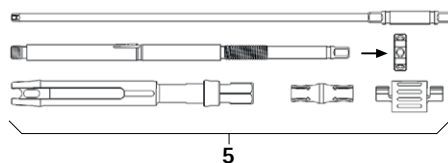

Fig. 3
- Démontez le levier de réduction percuté 5, voir Fig. 3. Démontez entièrement le levier de réduction et dévissez l'écrou de serrage.